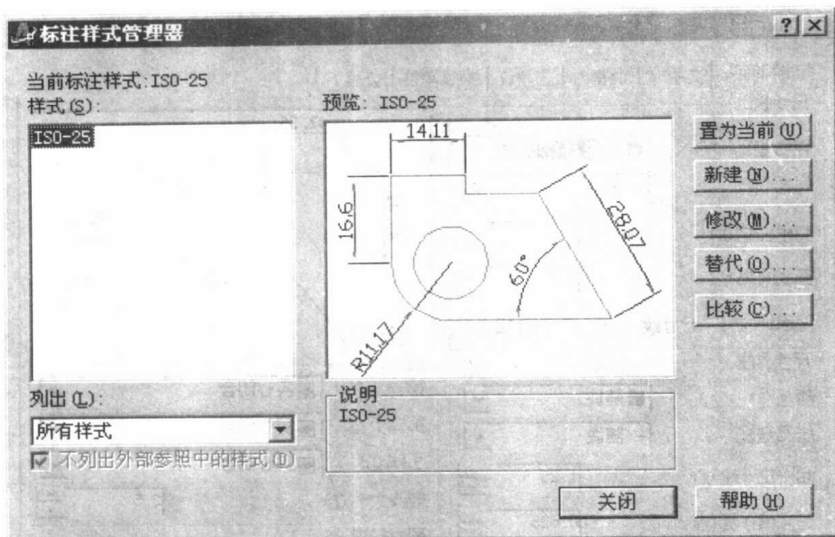

图 1-10 标注样式管理器
- ① 从“标注”菜单中选择“样式”命令,或者单击“标注”工具栏中的  按钮,打开如图 1-10 所示的“标注样式管理器”对话框。